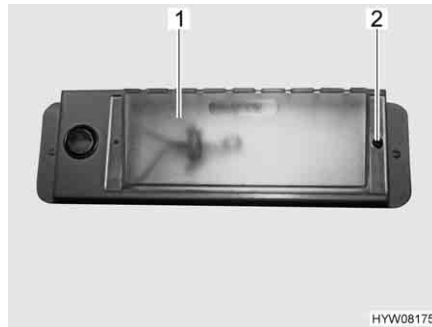

Fig. 181 Lampada del garage
- Svitare la vite di fissaggio (Fig. 181,2).
- Spostare e rimuovere la copertura (Fig. 181,1).